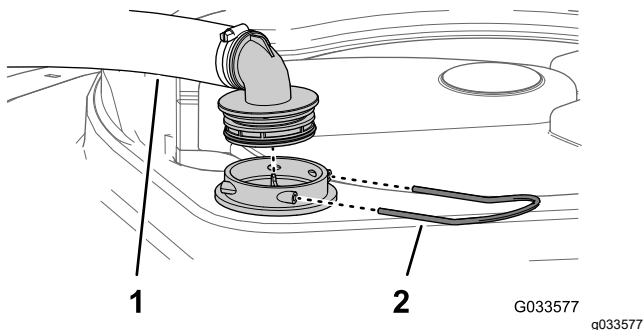

Figura 88
2. La partea de sus a rezervorului de pulverizare, îndepărtați opritorul care fixează racordul de furtun atașat la furtunul mare de la carcasa filtrului (Figura 88).
3. Îndepărtați furtunul și racordul pentru furtun de la carcasa filtrului (Figura 88).